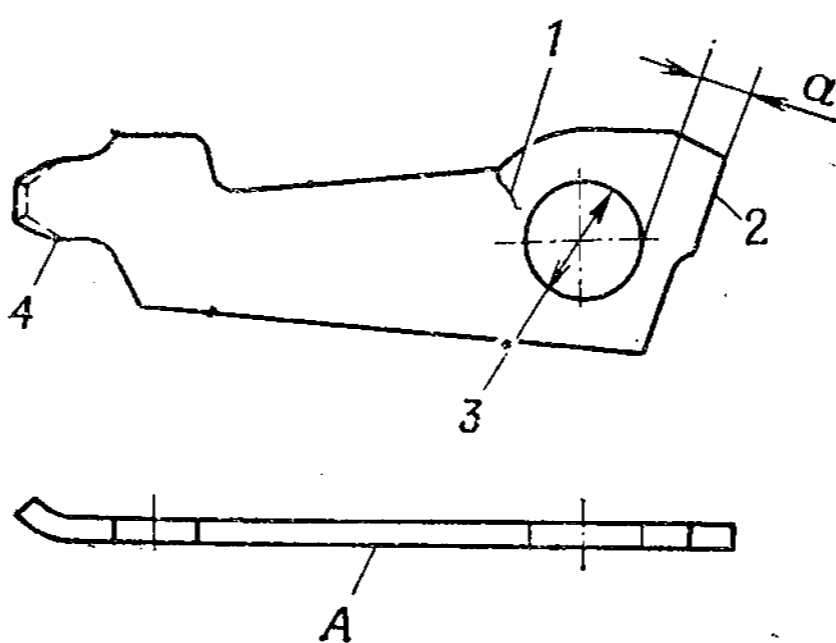

Рис. 73. Рычаг тяги диафрагмы топливного насоса
5. Рычаг тяги диафрагмы топливного насоса (рис. 73)